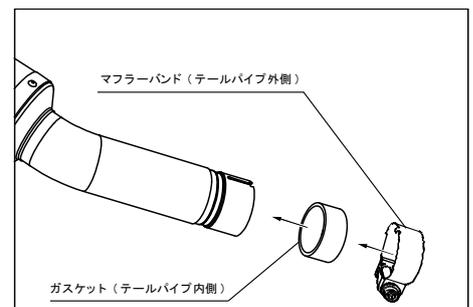
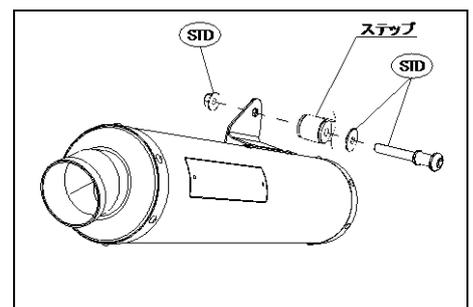

図 1
図 2
- ① マフラーCOMPのテールパイプにガスケット(付属品.2)を入れます(図.1)
- ② マフラーを車体へ仮組みします。
- 注意:**サイレンサーステーは、タンデムステップ内側(車体とステップの間)になるようにして下さい(図.2)